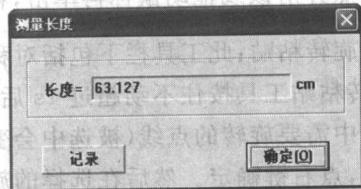

图 2-2-32
(15) 皮尺测量:用它可以测量直线或曲线的长度,并可将该长度按需要设为参考变量保存在参数表里,到下次要用时只需用参数调出即可。选择该工具测量直线,直接单击此直线的两个端点即可;当需要测量曲线时,选择三个测量点(包括两端点在内),即在选中最后一个端点之前要在曲线上再选一点完成(图 2-2-32)。